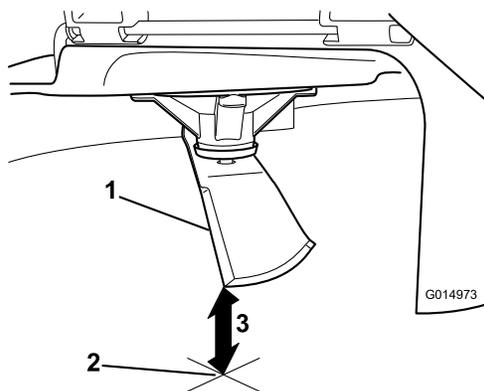

Рисунок 73
3. Измерьте расстояние от конца ножа до плоской поверхности (Рисунок 73).